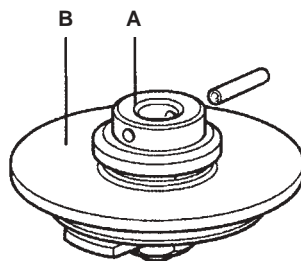

Fig. 6
- (vedere la fig. 6) L'otturatore di pre-apertura (**A**) agisce come una valvola pilota: viene aperto per primo permettendo il passaggio di fluido ad una portata controllata e, conseguentemente, la pressione differenziale tra monte e valle della valvola si riduce permettendo una più facile manovra dell'otturatore principale (**B**) che potrà essere staccato dalla sede con minor sforzo. Per facilitare la chiusura della valvola il flusso del fluido dovrà entrare nella valvola dal lato del “soffietto di tenuta” e quindi in modo inverso rispetto le normali installazioni.